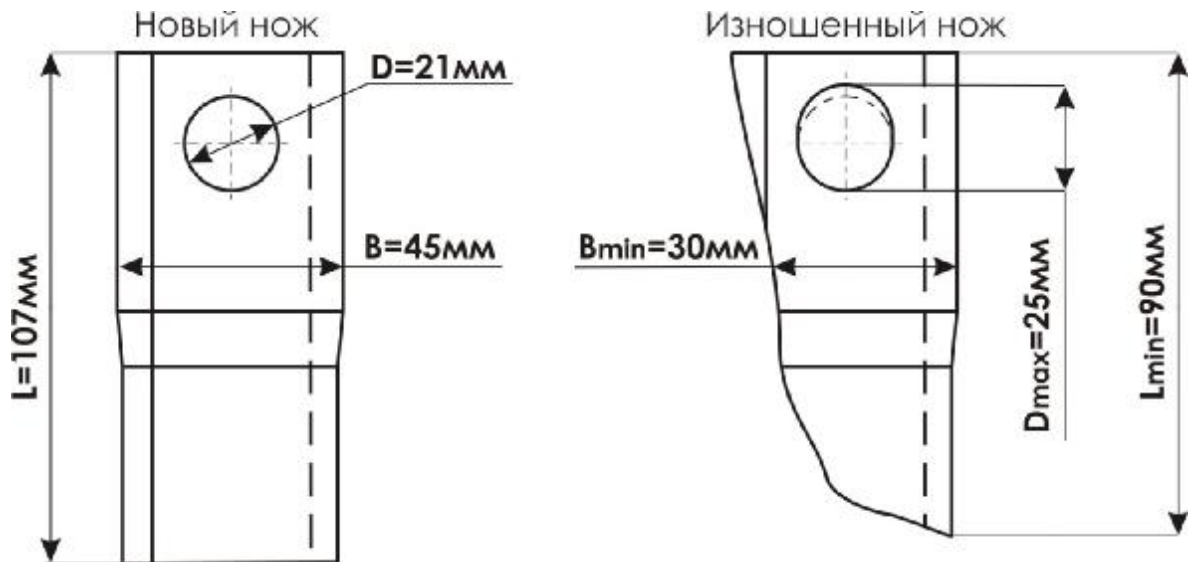

Рисунок 8 Предельно допустимые размеры ножей
2. Ширина ножа менее 30мм (рис. 8) (мерить в 10мм от края диска ротора).
3. Длина ножа менее 90мм (рис. 8).
4. Диаметр посадочного отверстия ножа более 25 мм (рис. 8).